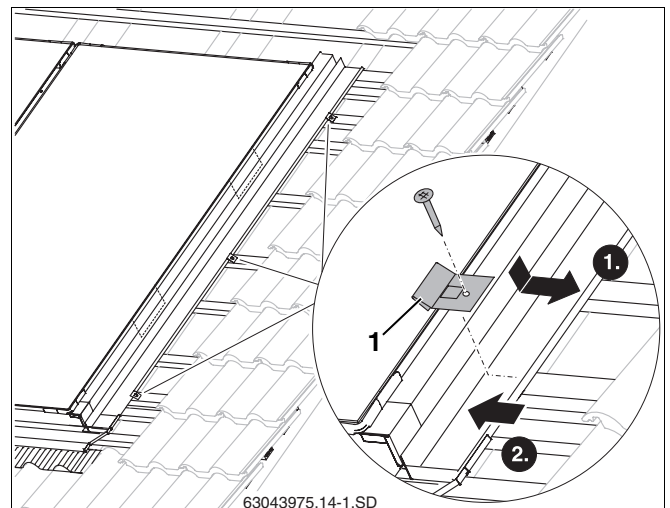

Fig. 49 Fixação da chapa de cobertura lateral
- ▶ Colocar o grampo de fixação (fig. 49, **item 1**) no bordo da chapa de cobertura lateral.